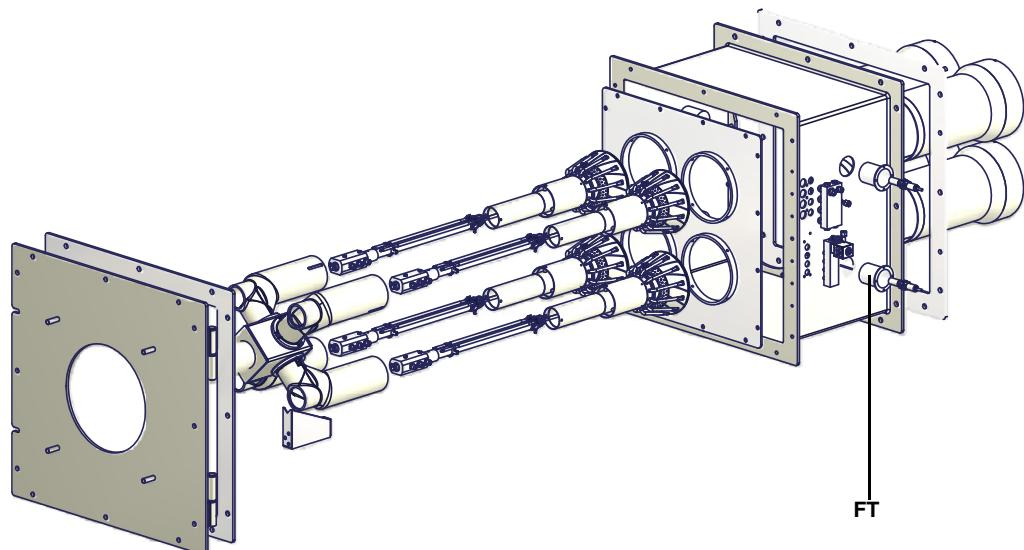
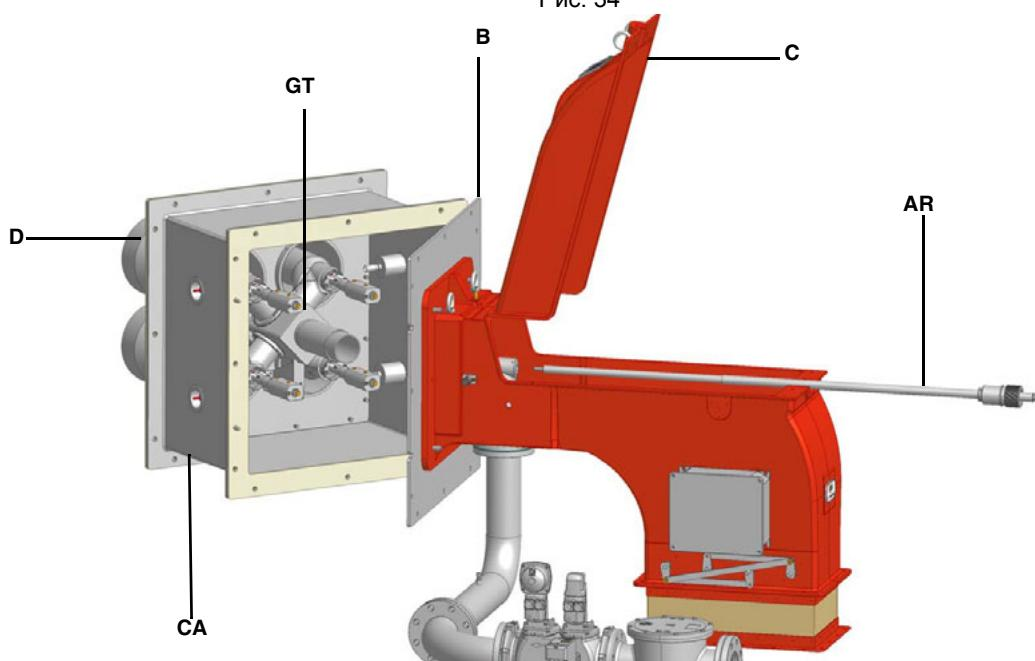

Рис. 34
Рис. 35
- Демонтируйте, проверьте и почистьте головку сгорания (см. Рис. 34 - Рис. 35).